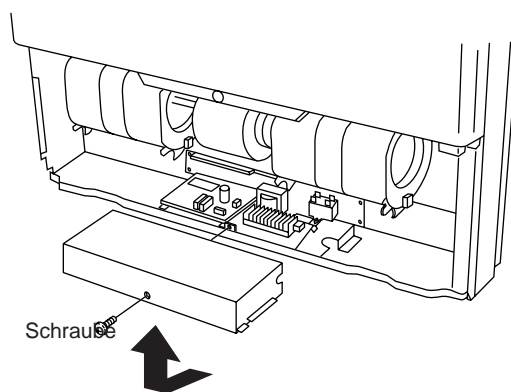
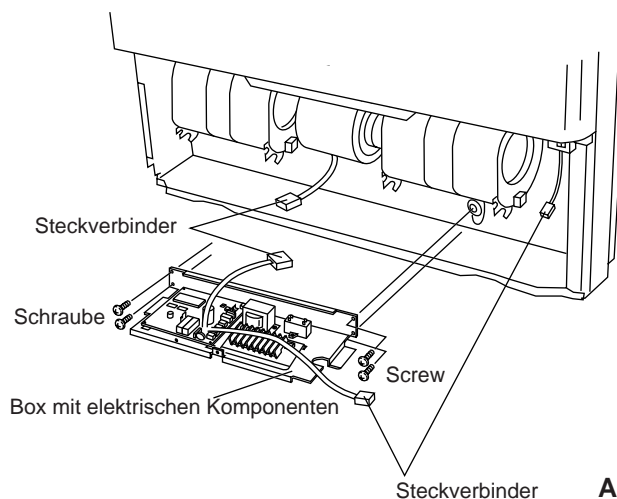

Abb.4
Abb.5
- (1) Loesen Sie die Schraube an der Vorderseite mit einem Schraubendreher (Abb. 4)
- (2) Schieben Sie den Deckel heraus und nach oben (Abb. 4)
- (3) Loesen Sie die Verdrahtung, wie erforderlich.
- (4) Entfernen Sie die 4 Schrauben, und nehmen Sie dann die Box mit den elektrischen Komponenten heraus (Abb. 5)